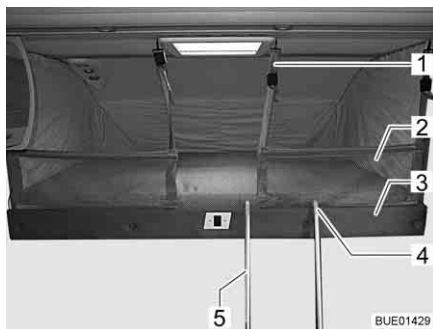

Fig. 125 Cama suspensa com rede de segurança instalada
Se estiver disponível uma rede de segurança (Fig. 125,2) esta encontra-se juntamente com os cintos de segurança por baixo do colchão na cama suspensa. Expanda a rede de segurança somente quando já ninguém se encontrar na cama suspensa.
- Suspenda os cintos de segurança (Fig. 125,1) nos ganchos existentes no teto.
- Pendure a escada de mão (Fig. 125,5) com ambos os arcos (Fig. 125,4) na régua de manipulação (Fig. 125,3) na cama suspensa.